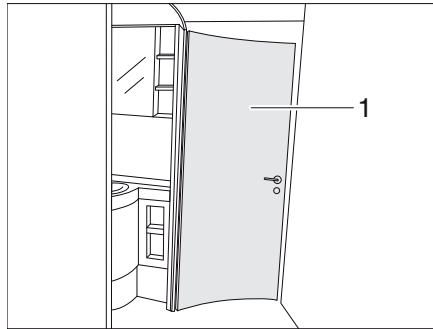

Bild 201 Badrum
Toalettdörren (Bild 201,1) kan låsas i 1-3 olika öppningsvidder, beroende på utförande, till ett badrum. Beroende på vald öppningsvidd förbinds olika rumsdelar med varandra.
- ▷ Toalettdörren (Bild 201,1) får inte användas som rumsavskiljare under körning. För dörren i normalläge (toalettområde isolerat).